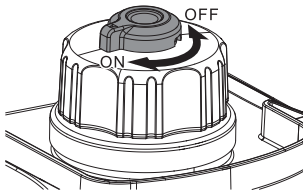

Рис. 15.
2. Откройте вакуумный клапан в верхней части топливной крышки, переведя его в положение «ON» (ОТКРЫТО) (рис. 15).